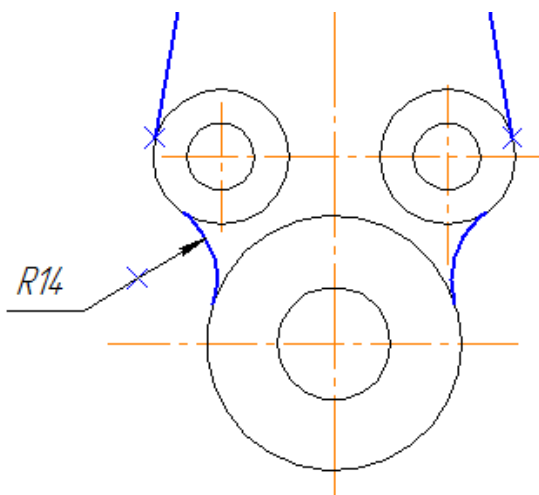

Рисунок 3.5 – Побудова дуг сопряження
– «окружность касательная к трем кривым»; (рис. 3.5);